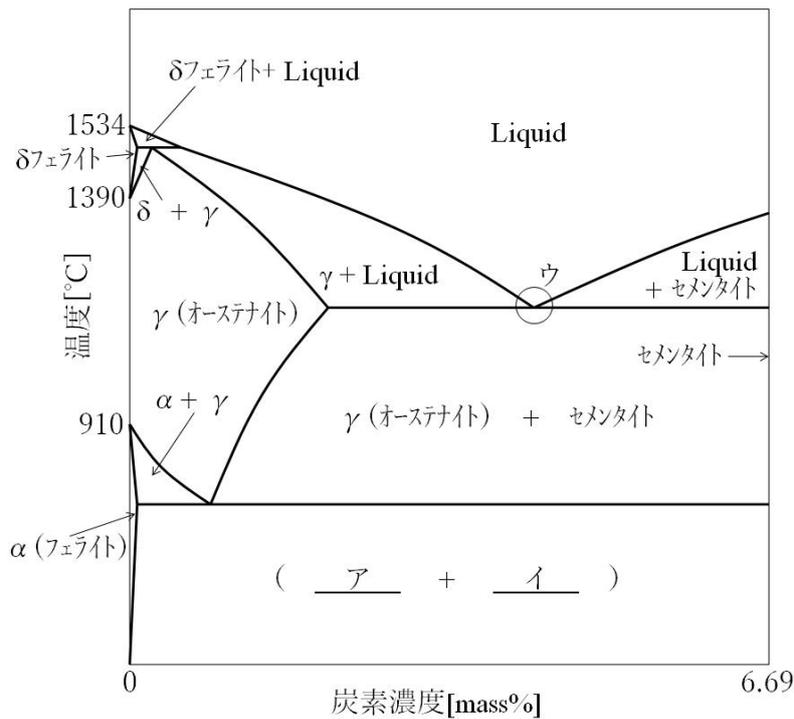

図 2 Fe-Fe₃C 準安定系状態図
- (1) 図 2 の Fe-Fe₃C 準安定系状態図を参考にし、以下の設問について答えを解答欄に記入しなさい。
- b) 図 2 中の丸印ウで示した部分の反応は何と呼ばれ、どのような反応であるのか説明しなさい。